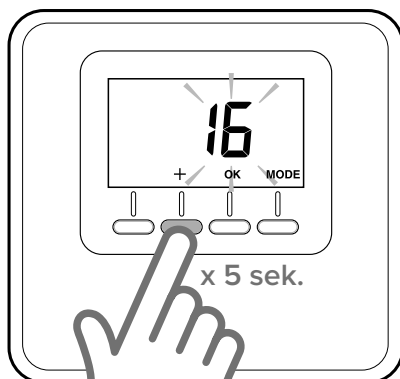

Fig. 5
- Tryk på knappen "+" på rumføleren (fig. 5) i fem sekunder. Displayet viser skiftevis softwareversionen og symbolet for redigering.